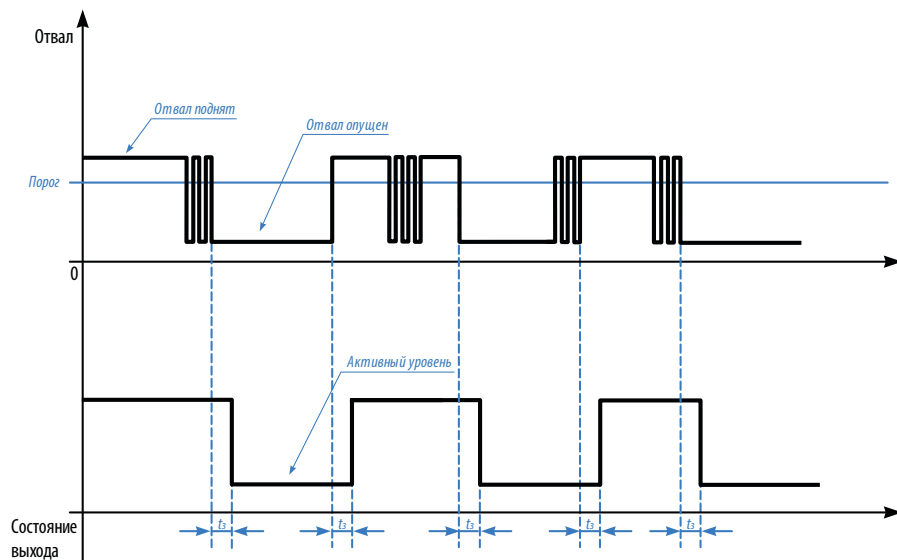

Рис.12. Диаграммы работы выходов в режиме Отвал.
**Отвал.** В данном режиме выход устанавливается в активное состояние, если текущий угол наклона ниже установленного порога дольше, чем заданная задержка. Если угол наклона был меньше порога дольше, чем заданная задержка, то произойдет переключение выхода в неактивное состояние (Рис.12).